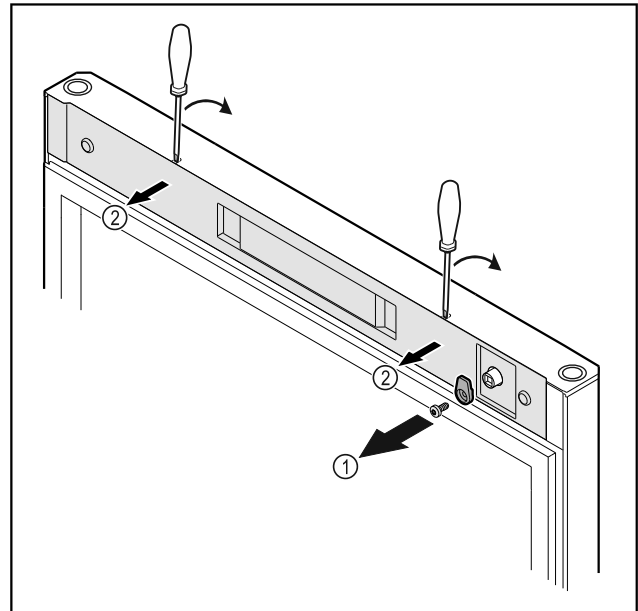

Fig. 16
- ▶ Odšroubujte petlici Fig. 16 (1).
- ▶ Uvolněte kryt Fig. 16 (1) malým šroubovákem a sejměte jej.